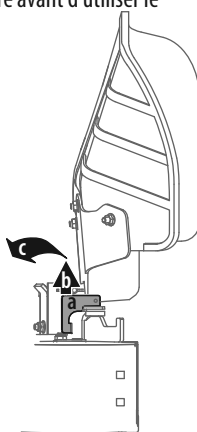

Figure 11
1. La goutlotte est livrée attachée et avec un support d'arrêt tenant la goutlotte en position verticale. Le support d'arrêt doit être retiré avant d'utiliser le tracteur. Voir Figure 11.